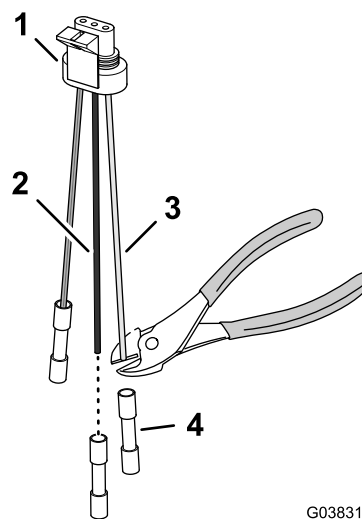

Рисунок 41
1. Отрежьте соединители проводов встык для розового и черного проводов 3-штыревого переходника (Рисунок 41).